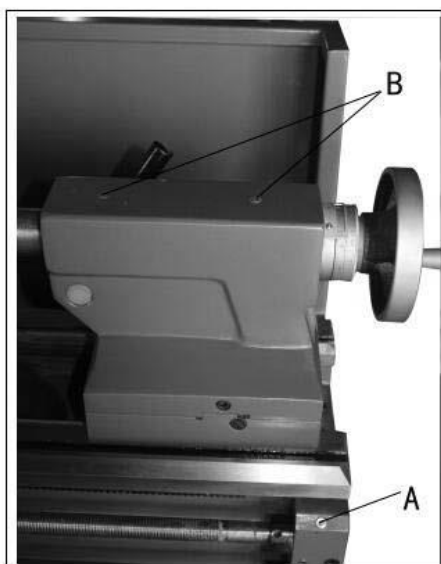

Рисунок 8
**Ходовой винт/ ходовой вал** – смазывайте пресс-масленку (А, рис.8) на консоли ходового винта /ходового вала маслом MobilDTE® OilHeavyMedium ежедневно.
**Задняя бабка** - смазывайте две пресс-масленки (В, рис.8) на задней бабке маслом MobilDTE® ежедневно.